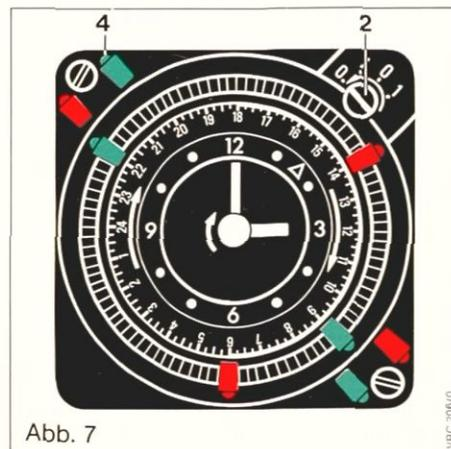

Abb. 7
Abbildung 7 zeigt die Einstellung «normaler» Heizbetrieb von 6.00—9.00 und 14.00—22.00 Uhr und Heizbetrieb mit Temperaturabsenkung von 9.00—14.00 und 22.00—6.00 Uhr.
Der jeweilige Programmzustand der Heizungsregelung ist außer der Stellung der Schaltreiter auch an der Markierung des Einstellknopfes (Abb. 7, Pos. ②) ersichtlich.
Abb. 7 zeigt die Einstellung „normaler Heizbetrieb“ von 14.00—22.00 Uhr.